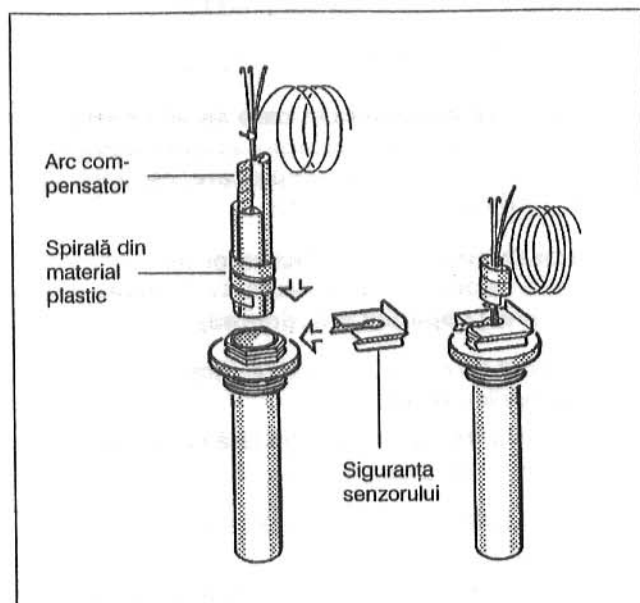

Fig. 10: Manșonul de imersie și senzorul temperaturii
- Senzorul temperaturii se introduce complet în manșonul de imersie. Spirala din material plastic se împinge atunci automat înapoi. Arcul de compensare trebuie împins deasemenea în manșonul de imersie (Fig. 10).
- Siguranța senzorului (pachetul de livrare-aparat de reglare) se presează lateral sau de sus pe capul manșonului de imersie (Fig. 10).